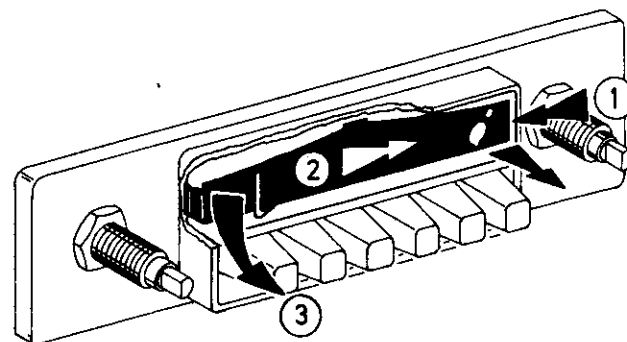

Fig. 3
- 3.2 Dégager le réflecteur ①, le tirer vers la droite légèrement ② et l'enlever sans endommager l'aiguille d'échelle graduée ③, fig. 3.
- 3.2 Desengatillar el reflector ①, tirarlo a la derecha ligeramente ② y quitarlo sin averiar la aguja del dial ③, fig. 3.
- 5.2 Libérer le réflecteur ①, le tirer légèrement vers la droite ② et le soulever ③ sans détériorer l'aiguille du cadran, fig. 3.
- 5.2 Soltar el reflector ①, tirarlo ligeramente hacia la derecha ② y quitarlo ③ sin averiar la aguja del dial, fig. 3.
- 6.2 Libérer le réflecteur ①, le tirer légèrement vers la droite ② et l'enlever ③ sans détériorer l'aiguille du cadran, fig. 3.
- 6.2 Soltar el reflector ①, tirarlo ligeramente hacia la derecha ② y quitarlo ③ sin averiar la aguja del dial, fig. 3.